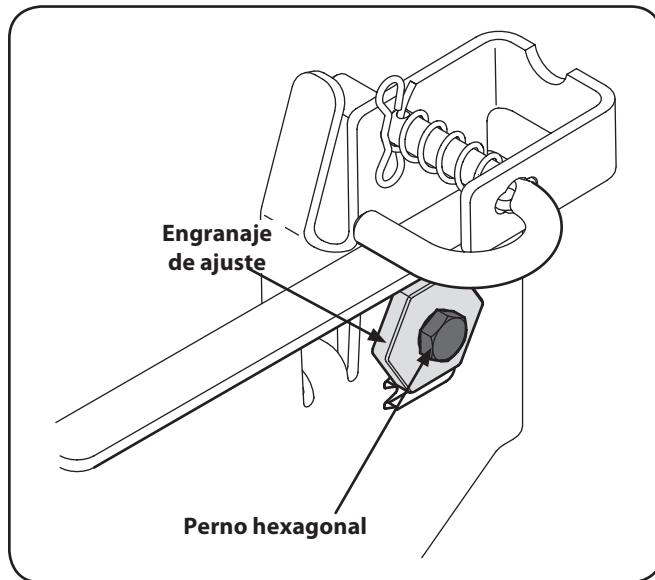

Figura 6-4
3. Afloje, pero NO extraiga, el perno de cabeza hexagonal ubicado en el gancho trasero izquierdo de la plataforma. Consulte la Figura 6-4.
4. Con una llave, levante o baje el lado izquierdo de la plataforma girando el engranaje de ajuste. Consulte la Figura 6-4.